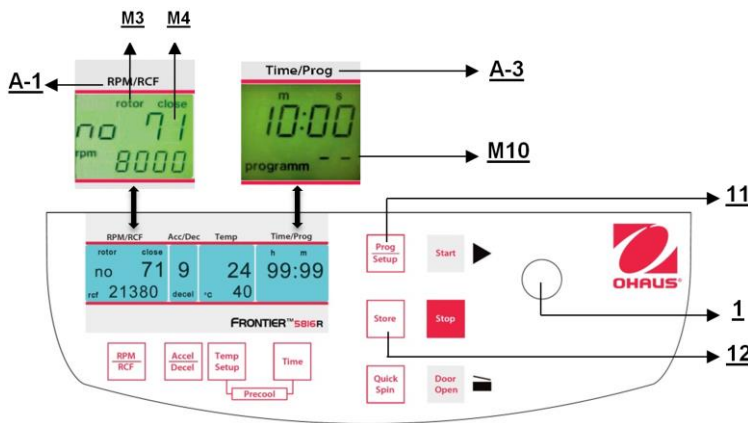

Figura 25
Para recuperar programas almacenados, presione el botón **"Prog/Setup"** (11) (vea la Figura 25) mientras la tapa está cerrada. En la pantalla **"Time/Prog"** (A-3) aparece **"programm -"**(M10). El número de programa deseado puede preseleccionarse con la perilla de ajuste (1). Los valores almacenados para ese programa aparecerán en las pantallas respectivas. Si dentro de la centrífuga está el rotor equivocado para el programa seleccionado, en la pantalla **"RPM | RCF"** (A-1) destella la palabra **"rotor"** (M3). Al mismo tiempo, la palabra **"FALSE"** y el número de rotor almacenado **"xx"** (M4) destellan alternadamente.
Para salir del modo de programa, solo presione el botón **"Prog/Setup"** (11) (vea la Figura 25). Entonces, dentro de la pantalla **"Time/Prog"** aparece la palabra **"programm"**. Configure la pantalla en **"programm--"** (M10) con la perilla de ajuste (1).